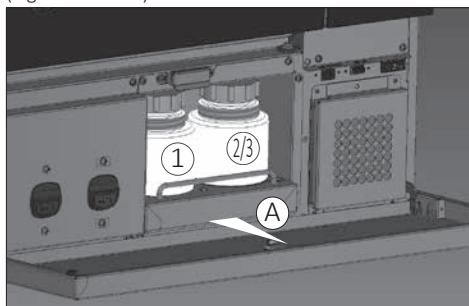

Fig. 11.1
I contenitori dei liquidi sono posizionati alla base della macchina all'interno di uno sportello chiuso a chiave (Fig. 11.1 e 11.2).
Containitori prodotti (Fig. 11.1 e 11.2):
- Aprire con la chiave e tirare manualmente per estrarre il cassetto (A Fig. 11.1).